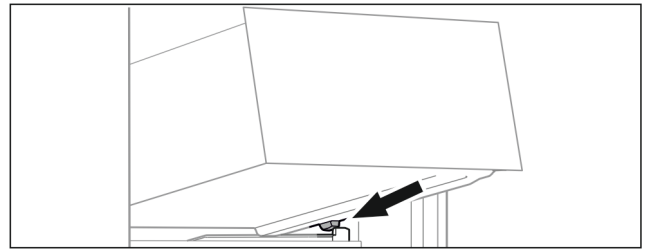

Fig. 82
- ▶ Așezați sertarul oblic în spatele opritoarelor pe nervura recipientului. (vezi Fig. 82)